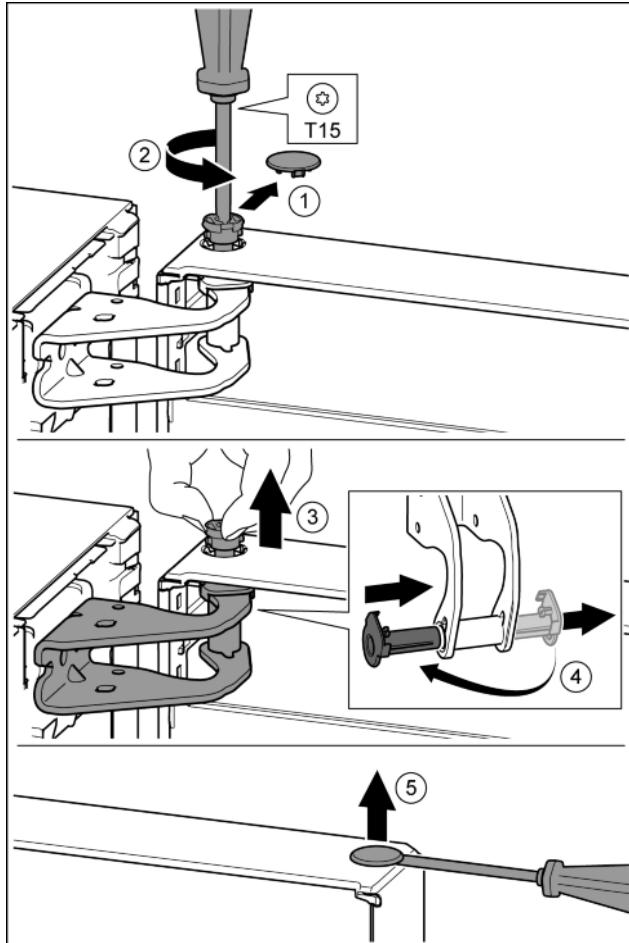

Fig. 9
- Обережно зніміть запобіжну кришку. Fig. 9 (1)
- Трохи викрутіть гвинт за допомогою викрутки T15. Fig. 9 (2)
- Притримуйте дверцята і витягніть палець руками. Fig. 9 (3)
- Витягніть із напрямної опорну втулку. Встановіть і зафіксуйте з іншого боку. Fig. 9 (4)
- За допомогою шліцевової викрутки обережно підйміть пробку із опорного втулка дверцят та витягніть її. Fig. 9 (5)